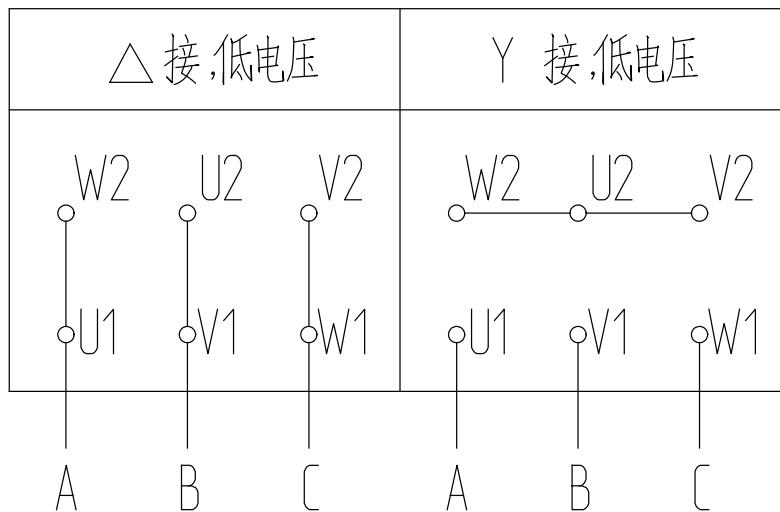

图 3：六端子接线图
b) 电动机接线盒内六个接线端子，通过连接片改变接线，可适用两种不同电压的需要。其线端标志为 U1、U2、V1、V2、W1、W2，接线方法按铭牌上电压而定，接线方法如图 3 所示。